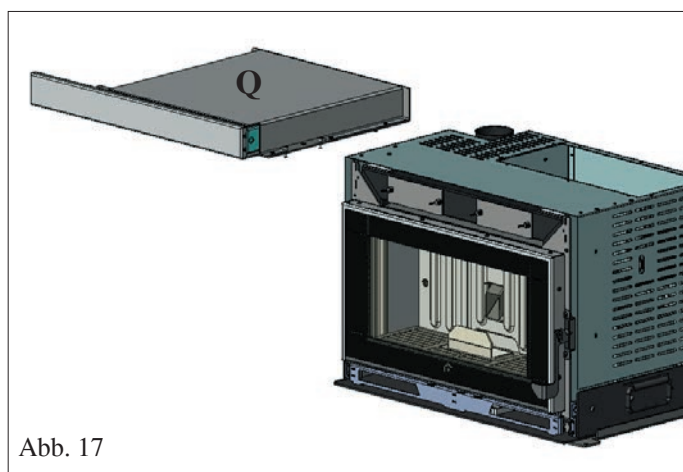

Abb. 17
- Die Pellet-Ladeschublade (Q - Abb. 17 -18) an der Oberseite des Einsatzes mit den mitgelieferten Schrauben montieren.